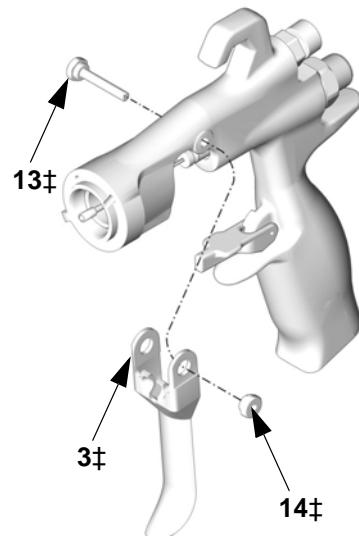

Рис. 38
2. Снимите гайку пальца пускового механизма (**14‡**), палец (**13‡**) и пусковой механизм (**3‡**) при помощи специального инструмента (**30**) и гаечного ключа (**29**). Смотрите Рис. 38.